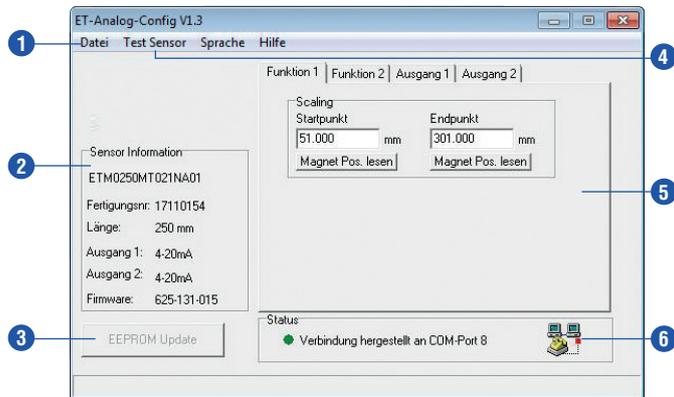

Abb. 33: Temposonics ET-Analog-Config V1.3, Funktion 1
Nach dem Start des Programms öffnet sich die Bedienoberfläche des angeschlossenen Sensors mit seinen einstellbaren Parametern (Abb. 33).
- 1 Unter **Datei** kann die Sensorkonfiguration auf der Rechnerfestplatte gespeichert, ausgedruckt oder in den Sensor geladen³ werden. Außerdem kann hier auch wieder zur Werkseinstellung zurückgekehrt werden (Abb. 33).
- 2 **Sensor Information** zeigt die unveränderlichen Sensorparameter, die beim Anschluss des Sensors automatisch eingelesen wurden (Abb. 33).
- 3 Eventuell durchgeführte Änderungen werden dunkel hinterlegt. Durch Anklicken von **EEPROM Update** werden die geänderten Parameter im Sensor dauerhaft gespeichert. Die übernommenen Werte werden danach am Bildschirm wieder vor weißem Hintergrund dargestellt (Abb. 33).
- 5 Über die Registerkarten im Dialogfeld können den Ausgängen des Sensors Funktionen zugeordnet werden. Der Messbereich für die Funktion wird im Feld **Scaling** festgelegt (Abb. 33).
- 6 **Status** zeigt den erfolgreichen Verbindungsaufbau zum Sensor (Abb. 33).